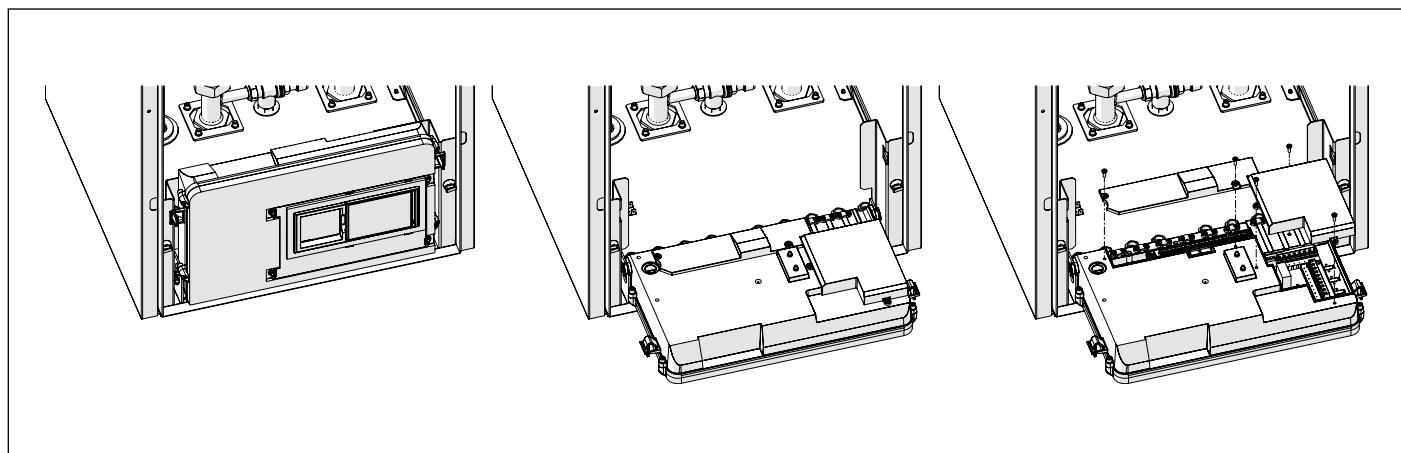

Рис. 25 Блок електрики
- Поверніть блок електрики вперед на 90° (див. Рис. 25 Блок електрики).
- Зніміть дві кришки з зовнішніх електрических з'єднань (A і B), послабивши гвинти, що кріплять їх до блоку електрики (див. Рис. 25 Блок електрики).